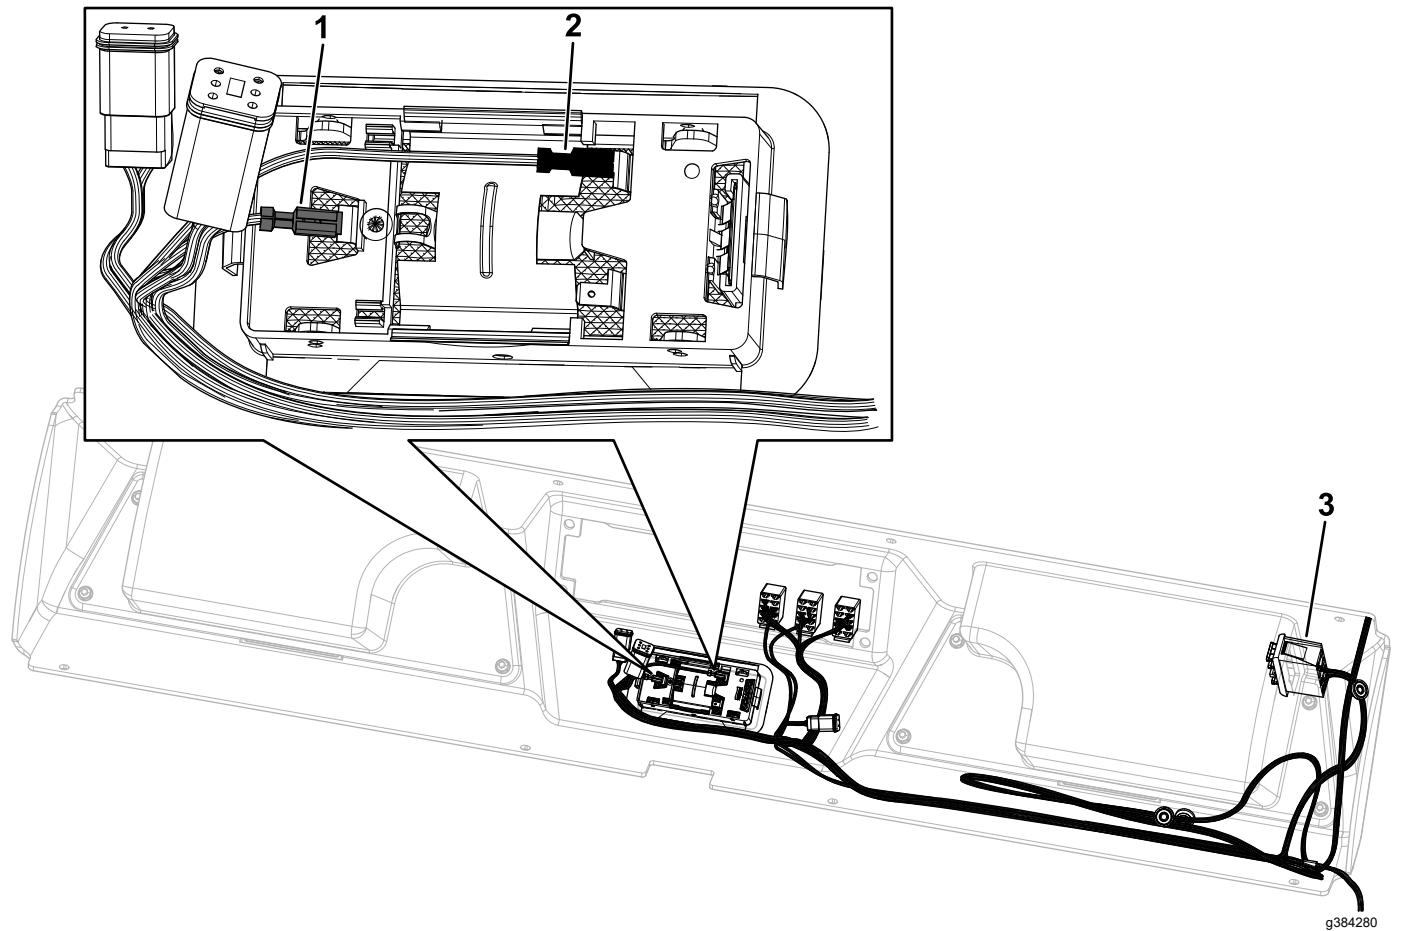

Figura 4
2. Encaminhe a cablagem pela abertura superior esquerda na consola superior, como se mostra na Figura 4.
3. Ligue a luz do teto nos conectores da cablagem (Figura 4).
Certifique-se de que liga os fios à luz do teto, como se mostra na Figura 4.